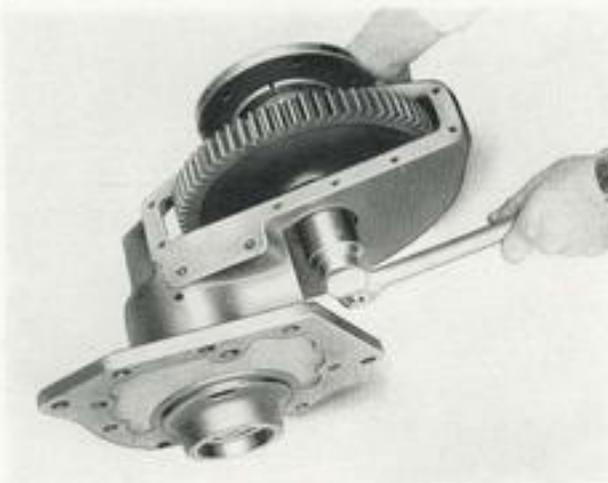

Fig. 23
- Placer entre le joint d'étanchéité et la joue de la fusée les 2 demi-rondelles MISA et introduire la fusée (23, fig. 10), en la passant dans la couronne dentée (14, fig. 10). Mettre la bague MISO dans la cuvette (9, fig. 10) du roulement intérieur et serrer l'écrou de fusée, jusqu'à ce que le joint soit en place (voir fig. 23).